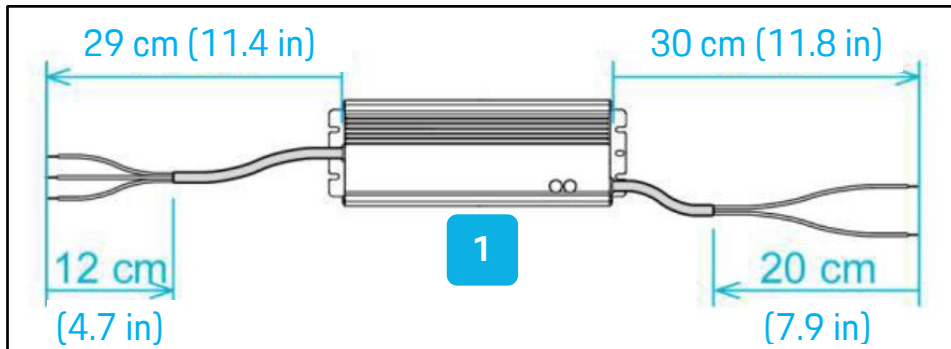

Abb. 160: Netzteil 24 V für den Einbau vorbereiten
- Kürzen Sie die elektrischen Leitungen des Netzteils 24 V (1) wie in der Abb. 160: dargestellt.